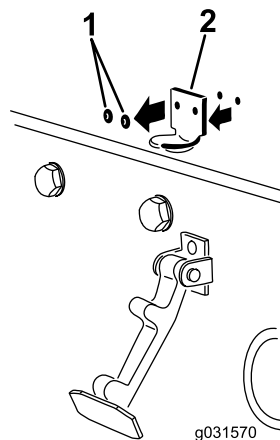

Figura 6
2. Rimuovete i 2 rivetti che fissano la staffa del fermo del cofano al cofano (Figura 6).